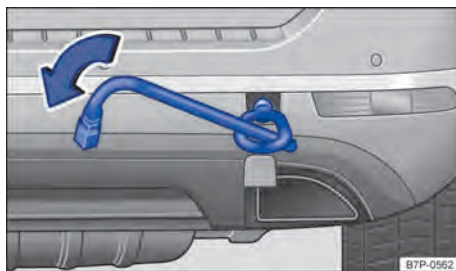

Fig. 308 No para-choque traseiro à direita: rosquear a argola de reboque.
- Rosquear a argola de reboque tão firme quanto possível **no sentido anti-horário** no alojamento ⇒ Fig. 308 ⇒ . Utilizar um objeto apropriado com o qual a argola de reboque possa ser rosqueada com firmeza no alojamento.